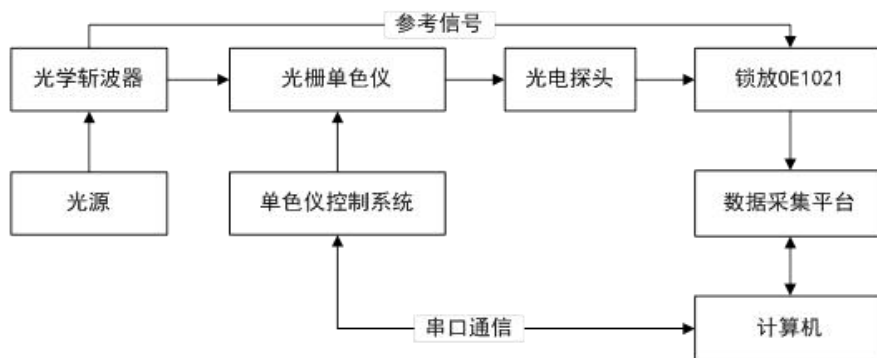

图 103. 光谱测量平台示意图
3. 搭建起光谱测量平台，并用一条带 BNC 接头的信号线连接光电探头的输出接口和 OE1022 前面板 SIGNAL IN 的 A/I 接口；用另一条带 BNC 接头的信号线连接光学斩波器的同步频率信号输出接口 Sync out f1 和 OE1022 前面板的 REF IN 接口；用一条带 BNC 接头的信号线连接 OE1022 前面板的 CH1 接口和数据采集平台，示意图如图 103 所示：